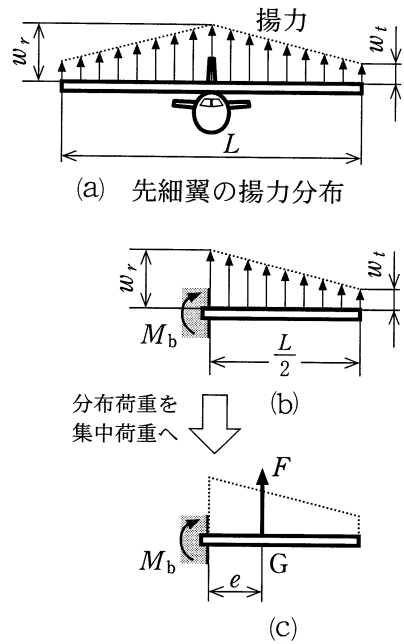

図 3
次に、図1(b)の先細翼の翼の付け根に働く曲げモーメントについて考える。先細翼を正面から見た場合の揚力分布は、図3(a)に示すように、翼の付け根で大きく翼の先端に行くにつれて一定の割合で小さくなるような分布荷重として考えることができる。図3(a)の翼の付け根に働く曲げモーメントは、矩形翼のときと同様に考えて、図3(b)のような片持ばりの固定端に働くモーメント M_b (N・m) として求められる。ここで、はりの付け根、先端での分布荷重の大きさをそれぞれ w_r (N/m)、 w_t (N/m) とする。
M_b を求めるため、図3(c)のように、分布荷重を分布荷重の重心 G に作用する集中荷重 F (N) に置き換える。 F は分布荷重の面積を計算することで求められ、 $F = \boxed{\text{オ}}$ となる。一方、はりの付け根から点 G までの距離を e (m) とすると、 e は台形の重心を与える公式から、 $e = \frac{L(2w_t + w_r)}{6(w_t + w_r)}$ と表される。これらより、 M_b は式(4)のように表される。